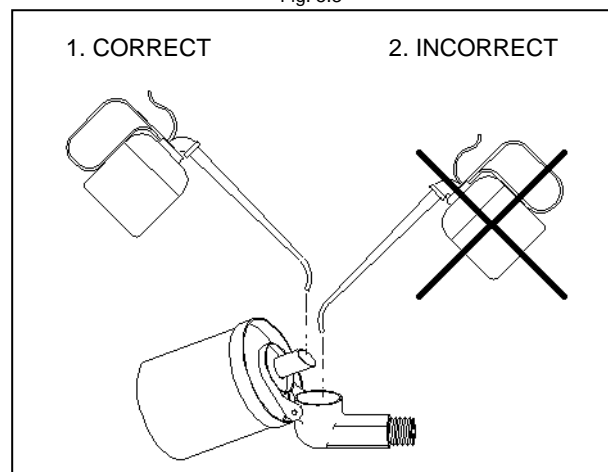

Fig. 5.4
– comme indiqué sur la Fig. 5.4 – jusqu'à ce que le niveau se stabilise. La manipulation du godet doit être effectuée rapidement afin de ne pas déstabiliser le niveau d'huile à l'intérieur du palier.
2. Respecter la Fig. 5.4